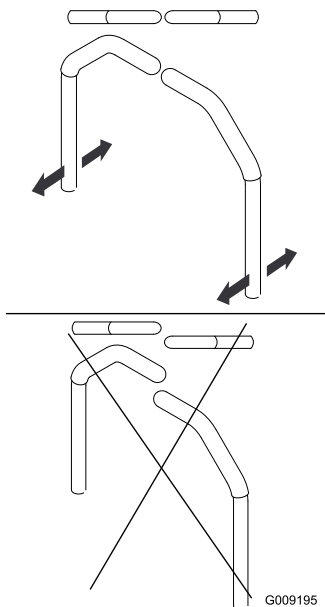

Figura 99
4. Allineate le leve latitudinalmente portandole assieme in posizione FOLLE, fatele scorrere finché non sono allineate e serrate i bulloni (Figura 99).